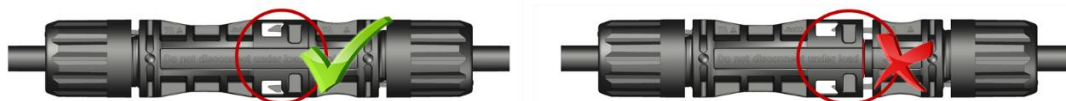

图 11 连接器正确/错误啮合示意图
- 在连接公母连接器之前, 需确保触点无腐蚀、清洁且干燥, 并检查接线状态。连接时, 将公母连接器对插直至其啮合, 随后轻轻拉动以检查是否啮合牢固。正确/错误啮合视觉图见图11 (仅示意, 实际连接器以现场为准);